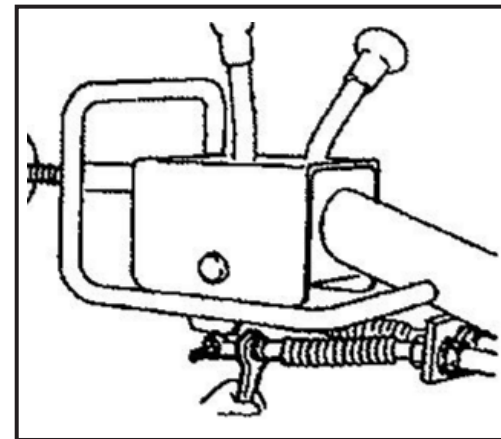

FIGURA 11
4. Afrouxe a porca travante na extremidade da haste. (Figura 11)